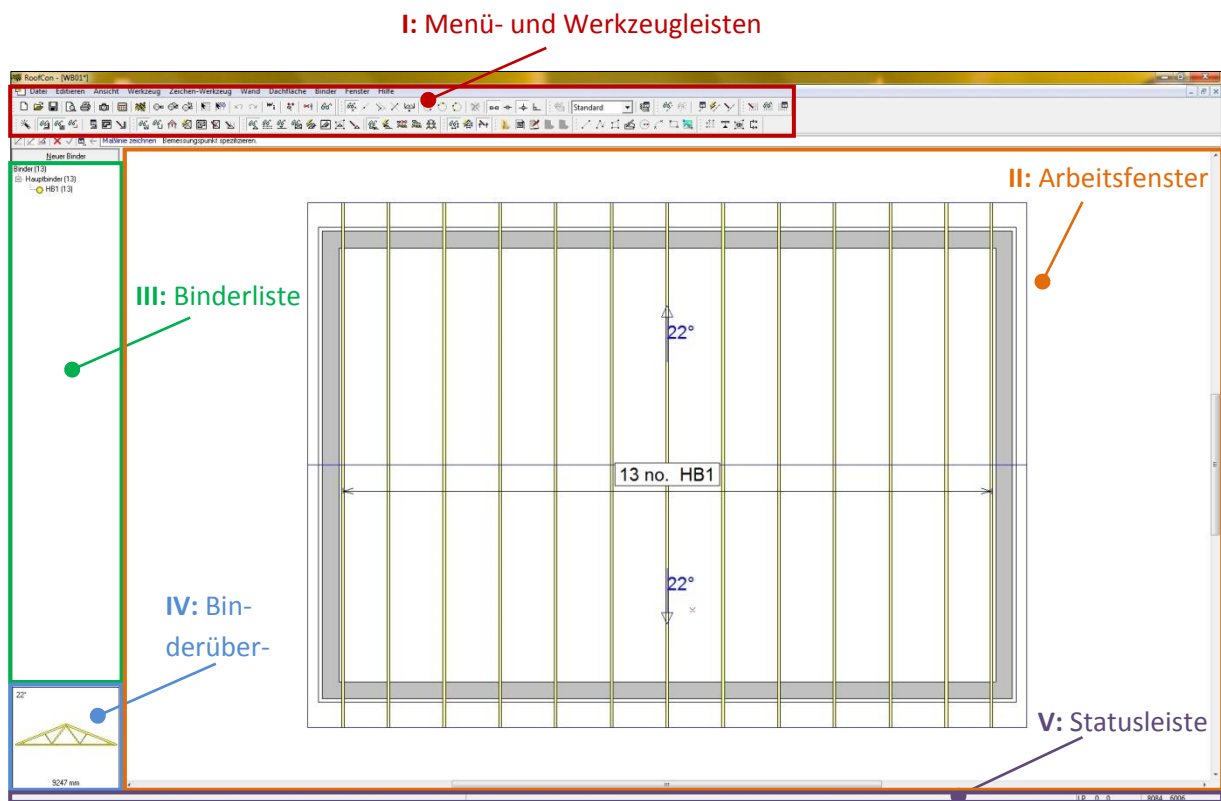
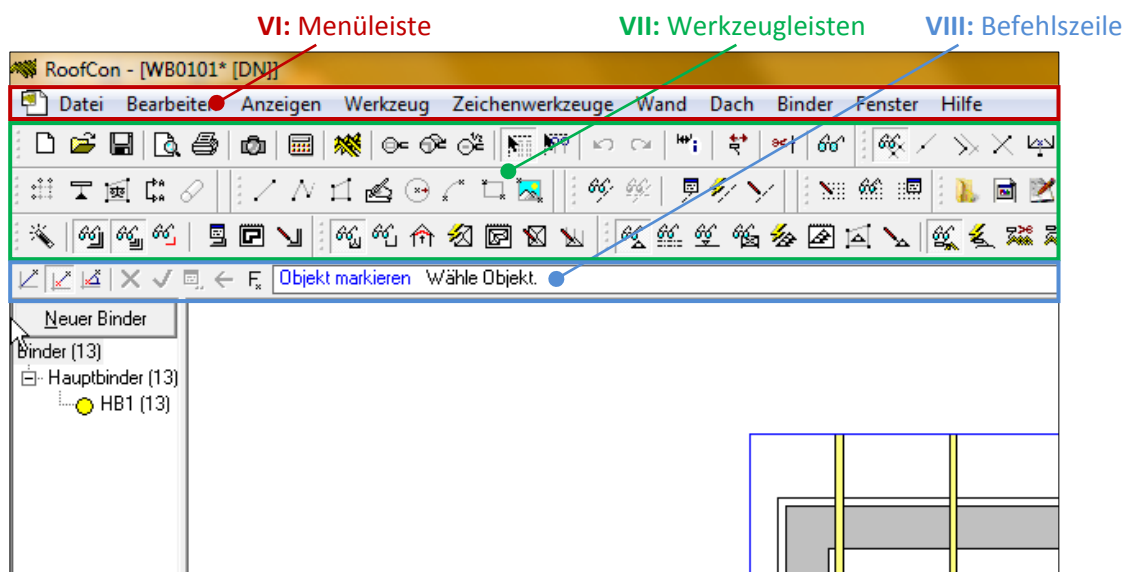
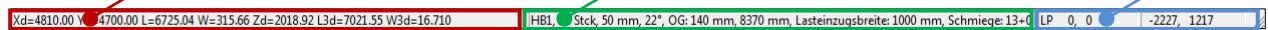

Abb. A1
Abb. A2
Abb. A3
Im Bereich des **Arbeitsfensters (II)** (Abb. A1) werden alle Funktionen ausgeführt, die für die Erstellung eines Binderdaches notwendig sind.
In der **Binderliste (III)** (Abb. A1) werden alle im Grundriss befindlichen Binder sowie über die Schaltfläche *Neuer Binder* (über der Binderliste, siehe Abb. A2) generierten Binder aufgelistet. Anhand des Symbols vor der Binderbezeichnung können Sie dessen Bearbeitungsstand erfahren.
Die **Binderübersicht (IV)** (Abb. A1) stellt den ausgewählten Binder dar.
In der **Menüleiste (VI)** (Abb. A2) können alle zur Verfügung stehenden Befehle aufgerufen werden.
Mit Hilfe der **Befehlszeileneinstellungen (VIII)** (Abb. A2) kann die Koordinatenart gewählt werden.
**Werkzeugleisten (VII)** (Abb. A2), auch Symbolleisten genannt, sind mit bebilderten Schaltflächen (Symbolen) ausgestattet. Mit diesen Schaltflächen ist ein Schnellzugriff, durch Mausklick auf die Icons, auf häufig verwendete Funktionen möglich. Die meisten Funktionen finden Sie in den Menüs wieder. Als Hilfestellung und zur Erklärung der Funktionen sind diese mit Tooltips, sogenannte Schnellhilfe, versehen. Ein Tooltip erscheint, wenn Sie den Mauszeiger kurzzeitig über der gewünschten Schaltfläche ruhen lassen.
Alle durchzuführenden Anweisungen werden in der **Befehlszeile (VII)** (Abb. A2) angezeigt. Dabei wird das **aktive Werkzeug in blau** dokumentiert. Danach folgt eine Kurzanleitung des Befehls.
Die **Statusleiste (V)** (Abb. A1) kann über „Anzeigen“ die **Statusleiste** an- und ausgeschaltet werden. In dieser Leiste finden Sie **Hinweise, die aus der Messfunktion (F8) (IX)** resultieren, **Informationen zu dem Objekt (X)**, über welches der Mauszeiger ruht sowie **Angaben zu den aktuellen Koordinaten (XI)** (Abb. A3).